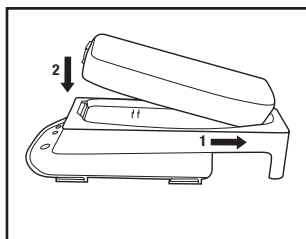

Fig. 2
4. **Batería cargando:** Asegúrese que los contactos eléctricos de oro en la batería y el cargador estén limpios, secos y sin residuos. Introduzca la batería en la Celda de carga de batería 3M™ TR-640 al deslizar primero el extremo posterior de la batería. Asiente el extremo frontal hasta que quede en su lugar (Fig. 2), entonces iniciará la carga.